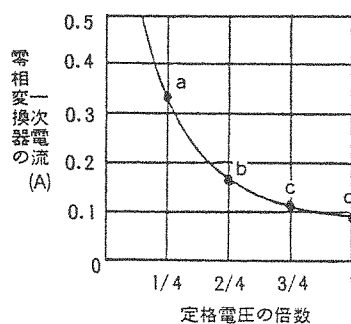

図1. 電圧電流特性図
最小動作電流を測定し、プロットします。(図1のa点)(継電器が動作した時、継電器の接点が閉じて、2250形のブザーが鳴ります)
(7) 同様に定格電圧の1/2, 3/4, 定格電圧についても、最小動作電流値を測定し、プロットします。(図1のb, c, d点)
(8) 試験終了したら、動作確認スイッチをOFFにし、電源スイッチをOFFにします。